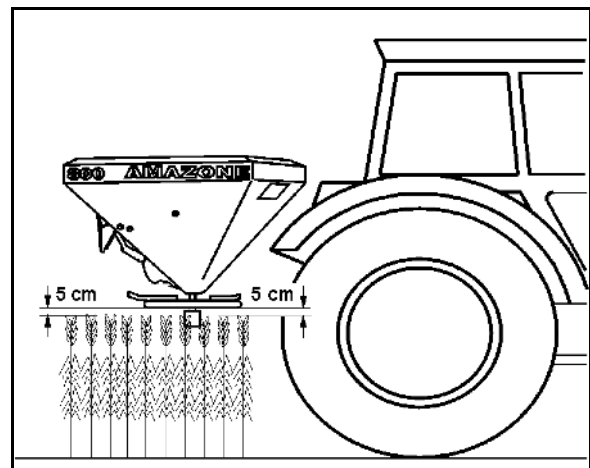

Bild 63
2. Lossa vingmuttern (Bild 63/1).
3. Leta upp det skalvärde för spjällens läge som hämtats ur spridningstabellen resp. bestämts med rivanordningen på skalan (Bild 63/2).
4. Ställ in avläsningskanten (Bild 63/3) på de båda reglerspakarna (Bild 63/4) på detta skalvärde.
5. Dra åt vingmuttern (Bild 63/1) ordentligt.